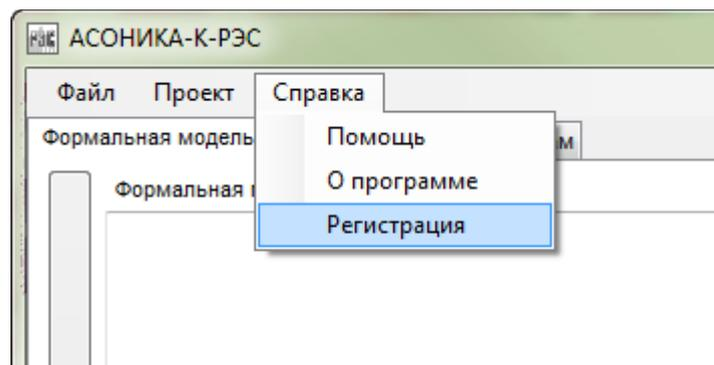

Рисунок 3.9. Окно запуска регистрации
- В главном меню выберите «Справка»-«Регистрация» (см. рисунок 3.9)